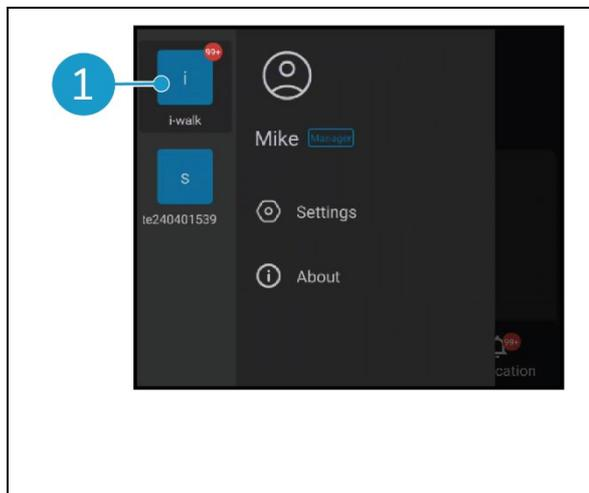

Figura 30
- Toque em qualquer sítio disponível (Figura 30, pos. 1) para aceder à vista geral desse sítio.